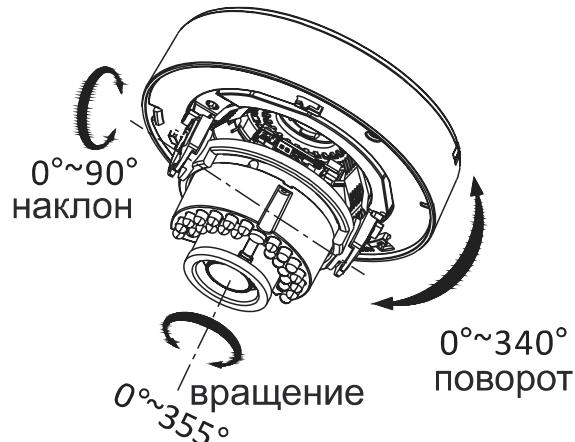

Рис. 2.4. Настройка поля зрения видеокамеры
9. Направьте объектив на желаемую зону наблюдения. В данной модели диск основания поворачивается на  $0^\circ\ldots340^\circ$ , угол наклона объектива составляет  $0^\circ\ldots90^\circ$ , угол вращения объектива составляет  $0^\circ\ldots355^\circ$ . При необходимости настройки положения и фокусировки объектива необходимо ослабить соответствующие фиксирующие винты. После завершения настройки фиксирующие винты необходимо затянуть (Рис. 2.4).